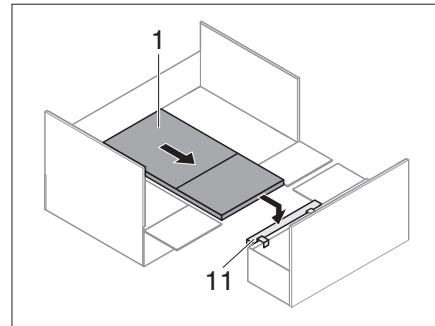

Bild 233 Tisch auf Bettkasten-Auflage
- Bettkasten-Auflage (Bild 233,11) einhängen.
- Einhängetisch (Bild 233,1) ausziehen und auf eingehängter Bettkasten-Auflage (Bild 233,11) positionieren.